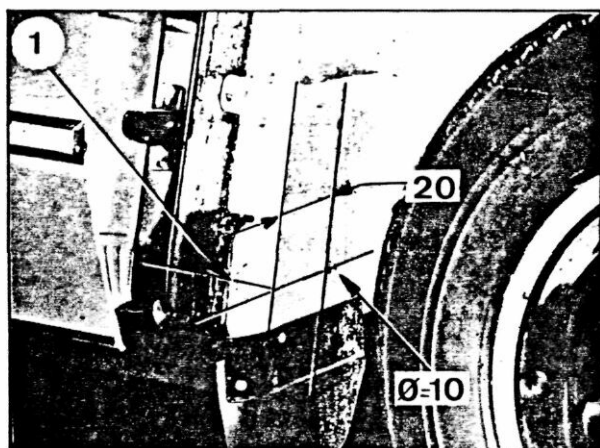

Abb. 4
- d) Eine Bohrung (s. Abb. 4) am Schutzblech des Federmechanismus hinten, auf Höhe der unteren Befestigungsschraube (1) am hinteren Holm, rechts und links.